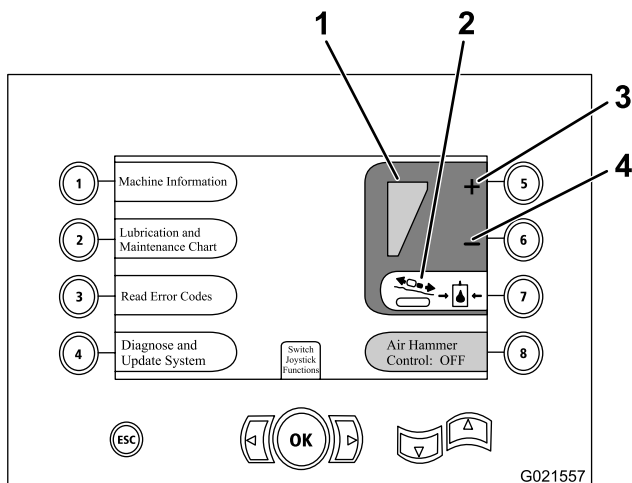

Figura 68
1. Pressione o botão 7 na tela para colocar a pressão do sistema de translação na posição Habilitada (verde), como mostrado na Figura 68.